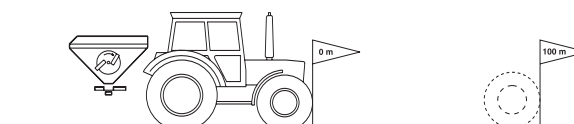

Fig. 26
- Mät upp en mätsträcka på exakt 100 m på fältet. Markera början och slut på mätsträckan (Fig. 26).